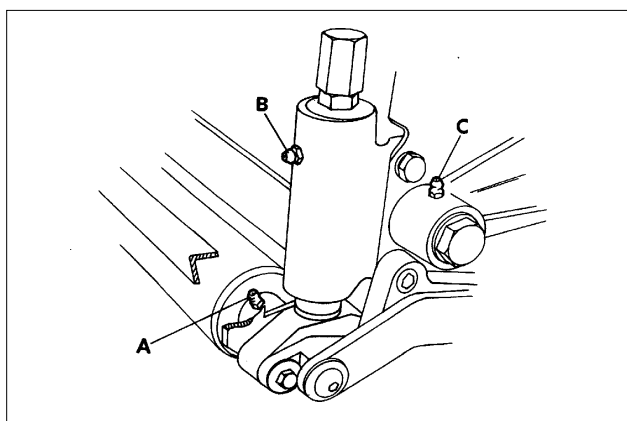

Fig.30
- (4) Unit rolls (A Fig.30)
- (6) Height adjustment sleeves (B Fig.30)
- (7) Unit bearing housing pivots (C Fig.30)
- (8) Divertor Valve spools.
- d. rollen van de maaieenheden (A afb. 30);
- f. hoogteafstelrichting (B afb. 30);
- g. lagerhuis-draaipennen van de maaieenheden (C afb. 30);